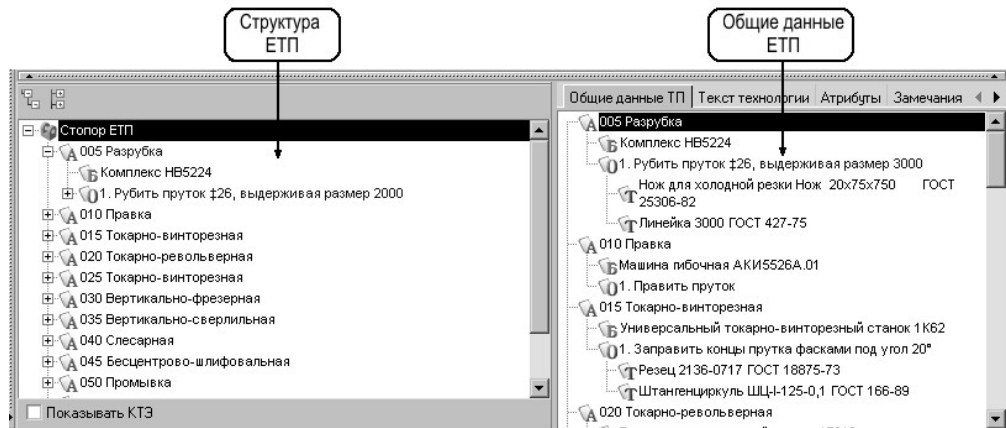

Рис. 9.59. Отображение структуры и общих данных ЕТП в дереве ТП
- переходить в режим редактирования данного ЕТП (при этом данный ЕТП автоматически отобразится в дереве ТП, а на вкладке Общие данные ТП в виде развернутого дерева будут представлены общие данные) (рис. 9.59);